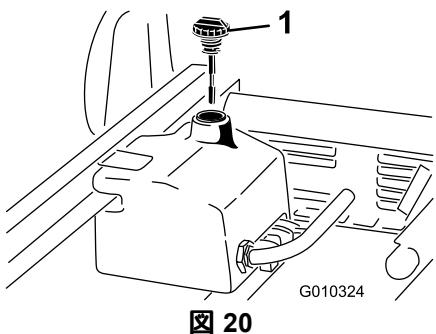

図 20
1. 油圧オイルタンクの注油口周辺をきれいに拭き、キャップを外す図 20。
3. 補給口の首からディップスティック図 20を抜き、ウェスできれいに拭う。